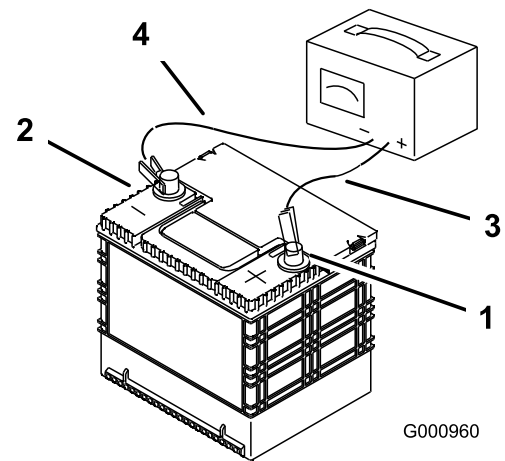

Figura 69
2. Quando la batteria è completamente carica, staccate il caricabatterie dalla presa elettrica e scollegate i cavi di ricarica dai poli della batteria (Figura 69).